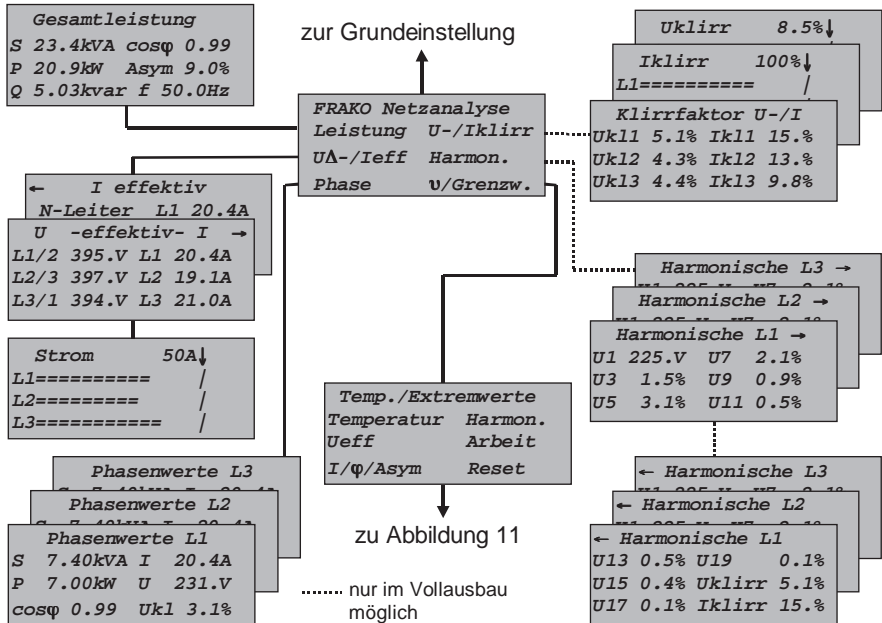
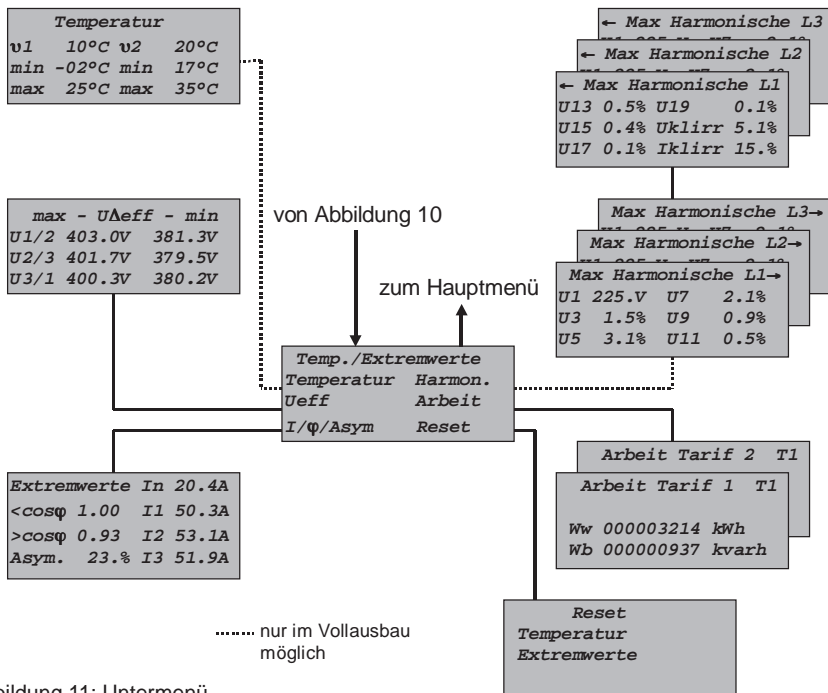

Abbildung 10: Hauptmenü
Abbildung 11: Untermenü
Die einzelnen aufrufbaren Anzeigefenster sind in der Übersicht „Menüführung“ in Abbil-dung 10 und Abbildung 11 dargestellt.
- Untermenüs zu „Temp./Extremwerte“: siehe Abbildung 11
Die Messwerte und Extremwerte sind in einer übersichtlichen Menüstruktur angeordnet und lassen sich bequem abrufen. (siehe Abbildung 10 und Abbildung 11)